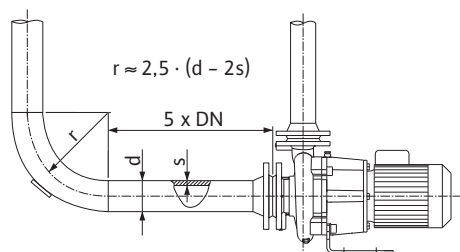
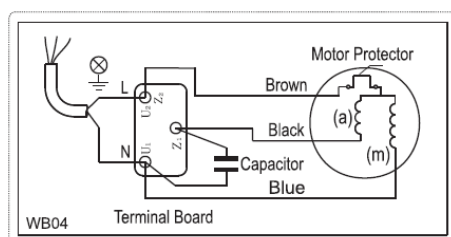

Fig. 4: Percorso di stabilizzazione a monte e a valle della pompa
Fig. 5: Allacciamento a corrente alternata
- L'alimentazione di rete dipende dalla potenza motore P_2 , dalla tensione di rete e dal tipo di connessione. Per il collegamento necessario ai ponti di connessione nella morsettiera, fare riferimento alla seguente tabella e alle Fig. 4 e Fig. 5.